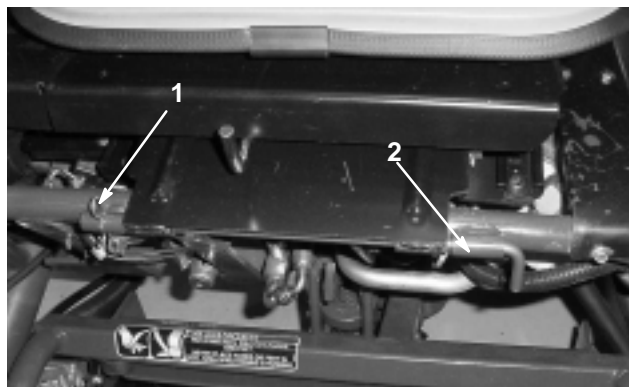

Bild 6
8. Montieren Sie den Sitz in der Betriebsstellung (Bild 6). Setzen Sie die Sitzdrehstange und den Splint ein.